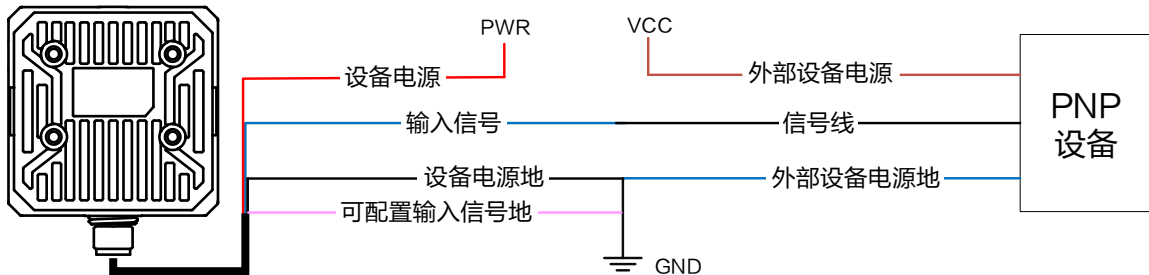

图3-8 可配置输入信号接 PNP 设备
- 若周围无外接电阻，可使用图 3-8 所示的接线方式。该接线图仅适用于可配置输入输出信号作为输入时使用，即 Line2/3/4。